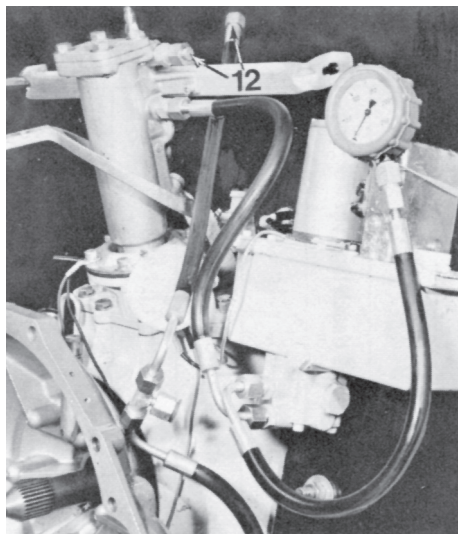

Fig. 18. Kontroll av överströmningsventilen för lyfttryck
**Kontrollera** trycket genom att lossa övre slangen (12 fig. 18) vid lyftcylindern och slangens T-förskruvning vid ventilhuset. Anslut manometern det.nr 884418 till ventilhuset och
en tätningsplugg till lyftcylindern samt en plastplugg till T-förskruvningen för undvikande av oljespill. Se fig. 18. Kör pumpen på lyftläge. När drevet når ändläget mot gummikudden skall erhållas ett tryck av lägst 63,5 kp/cm2 samtidigt som ett smattrande ljud hörs från överströmningsventilen. Erhålles för lågt tryck skall ventil och O-ringar undersökas. Se avd. VI C.
Fig. 18 a. O-ringar mellan pumphus – ventilhus
Vid prov enl. punkterna ABCD (felsöknings-schemat) är O-ringarna 1 enl. fig. 18 a defekta. Vid prov enl. punkt G är O-ringarna 2 defekta. Vid prov enl. punkterna CD är O-ring 3 defekt.